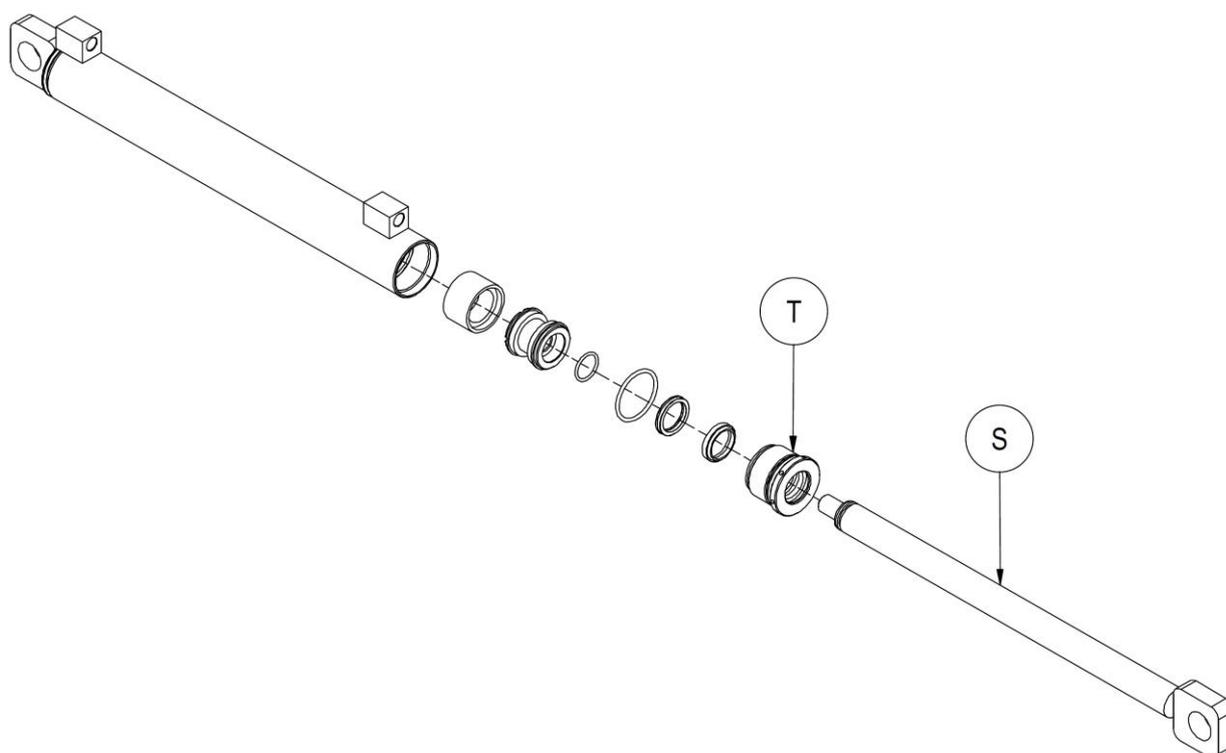

Figure 24
8. Se référer à la *Figure 24*.